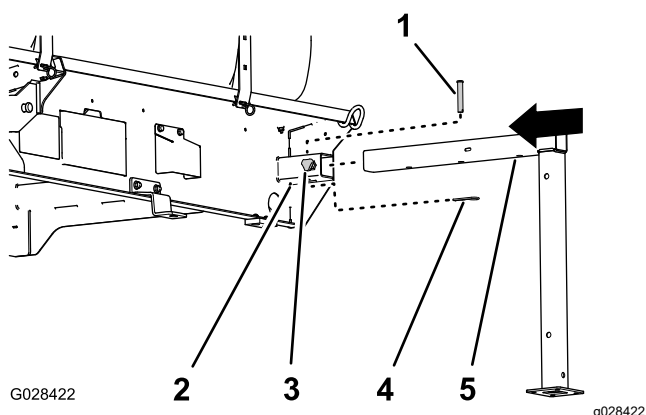

図 99
1. 前用のジャッキスタンドを、タンク前部のジャッキスタンド受けに合わせる 図 99。
2. ジャッキスタンドをスタンド受けに差し込み、スタンドの水平チューブの中央の穴をジャッキ受け上部の穴に整列させる 図 99。
4. ジャッキ受けにロックノブを取り付けて手締めする 図 99。